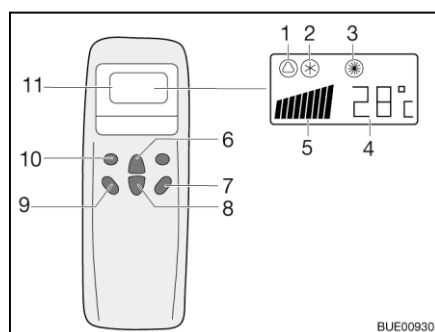
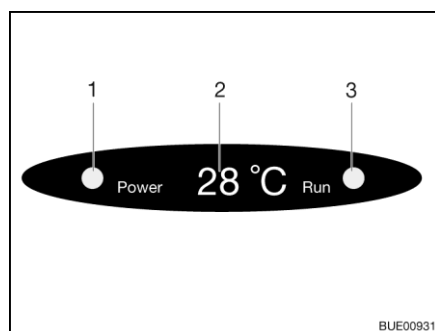

Fig. 168 Télécommande
Fig. 169 Affichage sur le diffuseur
- Appuyer sur la touche "ON/OFF" (Fig. 168,7).
- Appuyer sur la touche "Mode" (Fig. 168,10) autant de fois que nécessaire pour que le mode de fonctionnement souhaité (Fig. 168,1, 2 ou 3) s'affiche à l'écran. Le voyant de contrôle correspondant s'allume sur l'écran du diffuseur (Fig. 169,3).
- Régler la température souhaitée avec les touches d'augmentation de la température (Fig. 168,6) ou de diminution de la température (Fig. 168,8).
- Sélectionner le niveau de ventilation souhaité à l'aide de la touche de vitesse du ventilateur (Fig. 168,9).